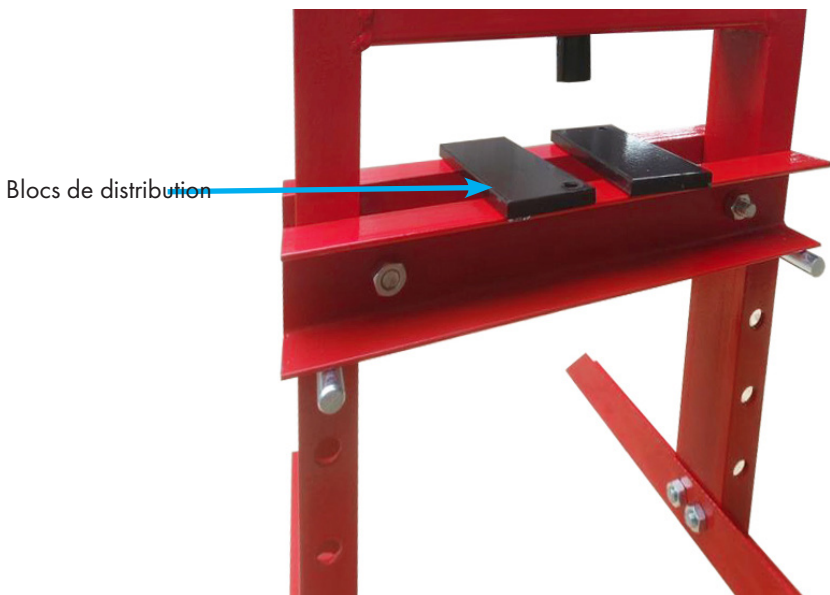

Fig. 6
- La table de presse (3), p.11 se compose d'une partie avant et d'une partie arrière.
- Montez les pièces de la table de presse (voir aussi page 15) à l'avant et à l'arrière du cadre (5).
- Utilisez les boulons du jeu de boulons (A), les rondelles et les écrous correspondants.
- Faites glisser les deux boulons de support (C) dans le cadre à la hauteur souhaitée.
- Placez les blocs de paragraphe. Siehe Abb.6.
- Vérifier le bon positionnement du cylindre hydraulique (4) et des ressorts.